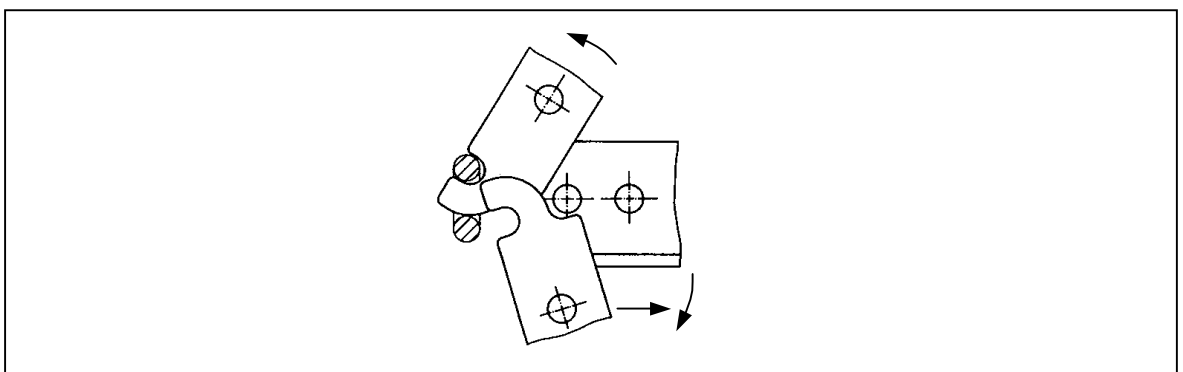

Bild 5
3. Mitnehmer gegenseitig aus dem Kettenglied ausschwenken. (Bild 5)